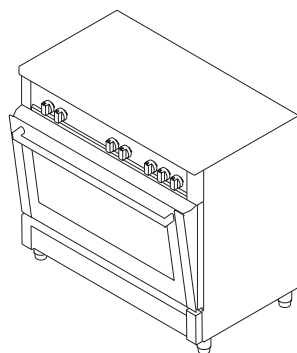

Figure 28
4. Ensuite, fixez le panneau de sécurité entre le four et le couvercle avant en fermant doucement le couvercle. (figure 28)